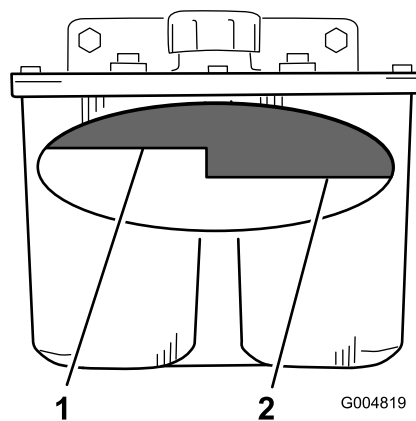

Figure 69
2. Nettoyez la surface autour du goulot de remplissage du réservoir hydraulique (Figure 69).
3. Enlevez le bouchon du goulot de remplissage et vérifiez si le réservoir contient du liquide (Figure 69).
**Remarque:** Lorsque l'huile est chaude, le niveau de liquide doit atteindre le haut du repère "à chaud" sur le déflecteur (Figure 69).